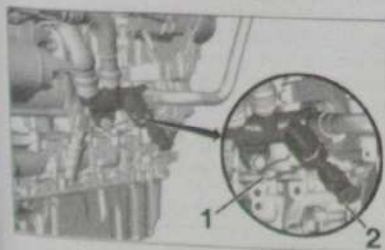

Fig. 24
- Déposer l'agrafe de maintien (1) puis le bouchon de vidange (2) du bloc moteur (Fig. 24).